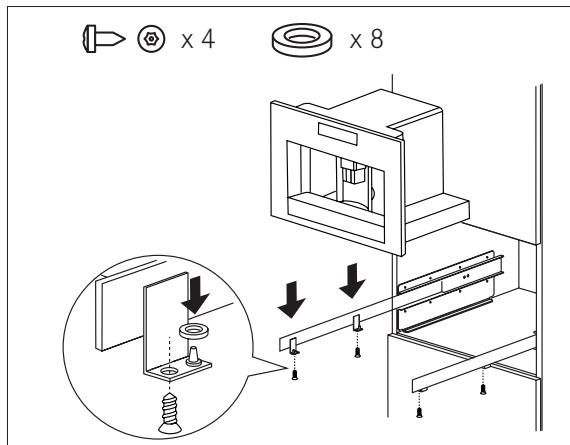

Fig. 5
- Riempire il serbatoio, inserirlo nella macchina ed inserire l'erogatore acqua calda (C7) (Fig. 5).